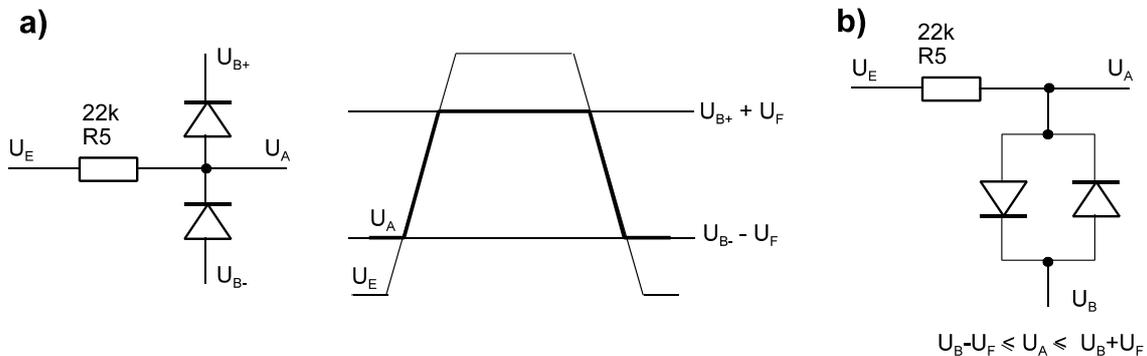

**Abb. 4.2** Torschaltung. Ist Steuerspannung + maximaler Wechselspannungswert < Sperrspannung, so ist der Signalweg gesperrt.
- Torschaltungen (Abb. 4.2) sollen Signalflüsse steuern (mit anderen Worten, Signale durchlassen oder nicht durchlassen).